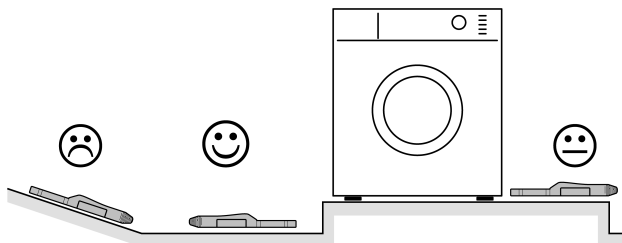

Figure 3: Emplacements de montage adaptés et inadaptés
- i** Ne pas placer l'appareil sur des surfaces pentues, des endroits surélevés ou des socles (Figure 3).